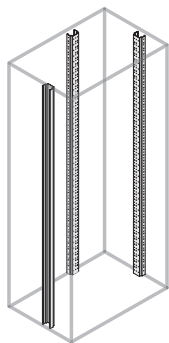

Figura 1
- P0 = Posición de montaje 0 (Figura 1).